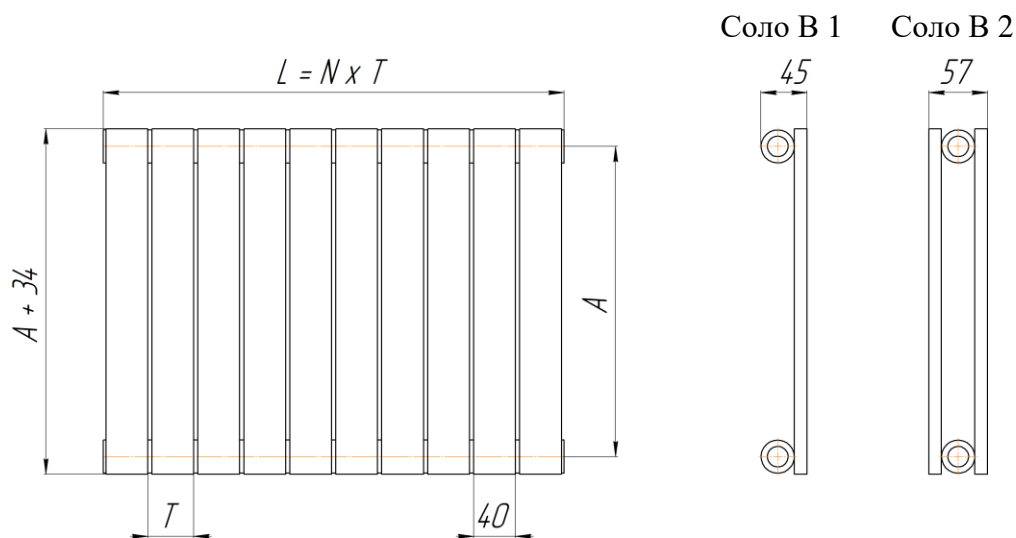

Рис. 1 Радиатор «Соло В», где: А – межцентровый размер, мм; Т – шаг (Т = 44 мм); N – количество секций; L – габаритная длина, мм.
2.1. Основные размеры и параметры радиаторов приведены на рис.1 и в таблице.